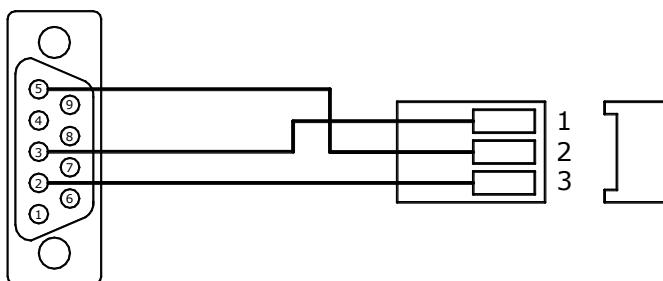

Рисунок 7.8
7.5.10 Для прямого соединения теплосчетчик - ПК следует использовать кабель, изображенный на рис. 7.8.